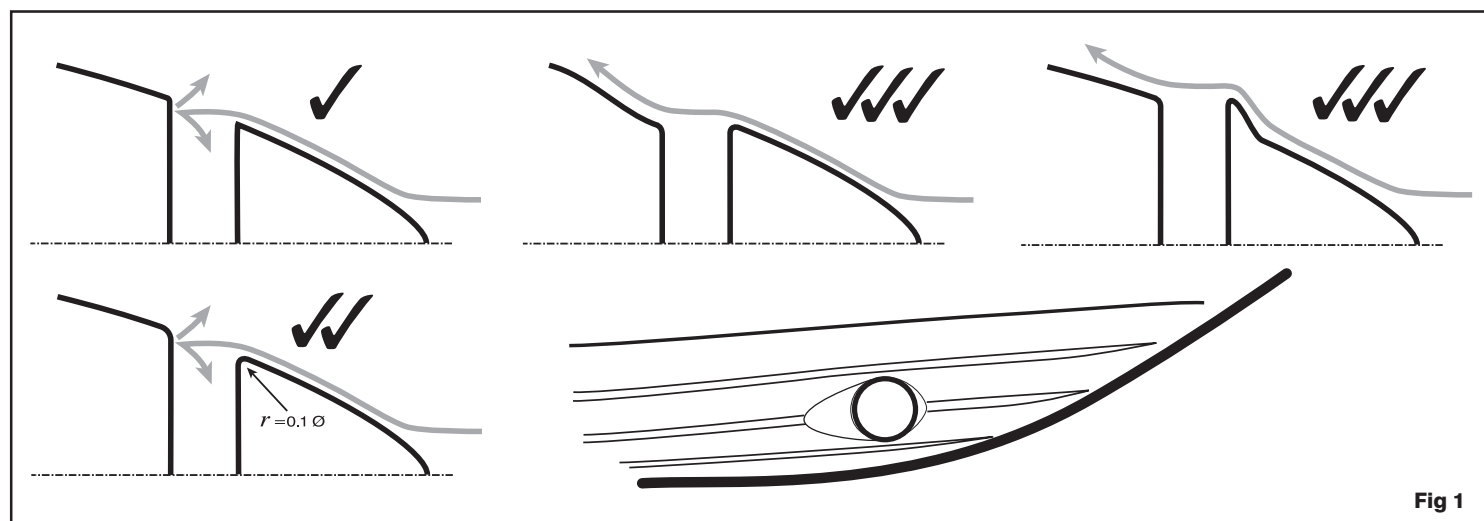

Fig 1
- TT Finjusterare kan monteras ny eller som ersättning för en redan existerande finjusterare (se Bild 1). Kontrollera monteringshålén, se sidan 10.
2. To reduce any potential loss of performance the entrance of the tunnel can be altered to improve thrust as well as reduce noise (see Fig 1).
2. Um potenziellen Leistungsverlust zu reduzieren, kann der Tunneleingang zur Schuberhöhung und Lärmverringerung geändert werden (siehe Abb. 1).
2. Pour éviter toute perte potentielle de performance, l'entrée du tunnel peut être modifiée pour améliorer la poussée et réduire le bruit (voir fig. 1).
2. Para reducir cualquier pérdida potencial de las prestaciones, puede alterarse la entrada del túnel a fin de mejorar la propulsión, como también reducir el ruido (ver Fig. 1).
2. För att minimera en eventuell förlust av prestanda kan tunnelns öppning ändras för att förbättra kraften liksom minska bullret (se Fig. 1).